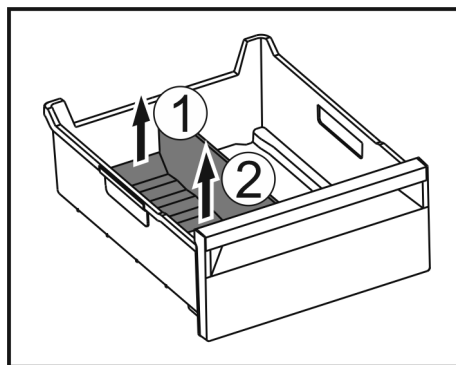

Fig. 166
- Підняти задню частину перегородки відділення для льоду. Fig. 166 (1)
- Вилучити перегородку рухом вгору. Fig. 166 (2)